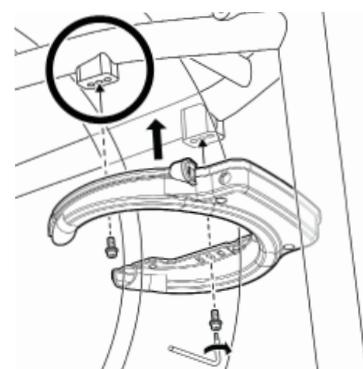

Figuur 4: Slotbevestigingen
- Bepaal welke slotbevestigingen u wilt gebruiken.** Het Rad Fat Tire wielslot wordt aan de framebevestigingen bevestigd met behulp van een van de drie paar slotbevestigingen. Zie figuur 4 om te bepalen welke van de slotbevestigingen u moet gebruiken.
- a. **Om het wiel te vergrendelen:** Draai de sleutel rechtsom en schuif de duimhendel in de richting van de wielvergrendelingsopening totdat de beugel in de volledig gesloten positie vergrendelt (Figuur 8). Draai vervolgens de sleutel tegen de klok in om de beugel in deze positie te vergrendelen. Zorg ervoor dat de beugel de spaken of de velg van het wiel niet hindert. Als de beugel hinder veroorzaakt, moet u mogelijk de positie van de slotbevestiging wijzigen (Figuur 4).